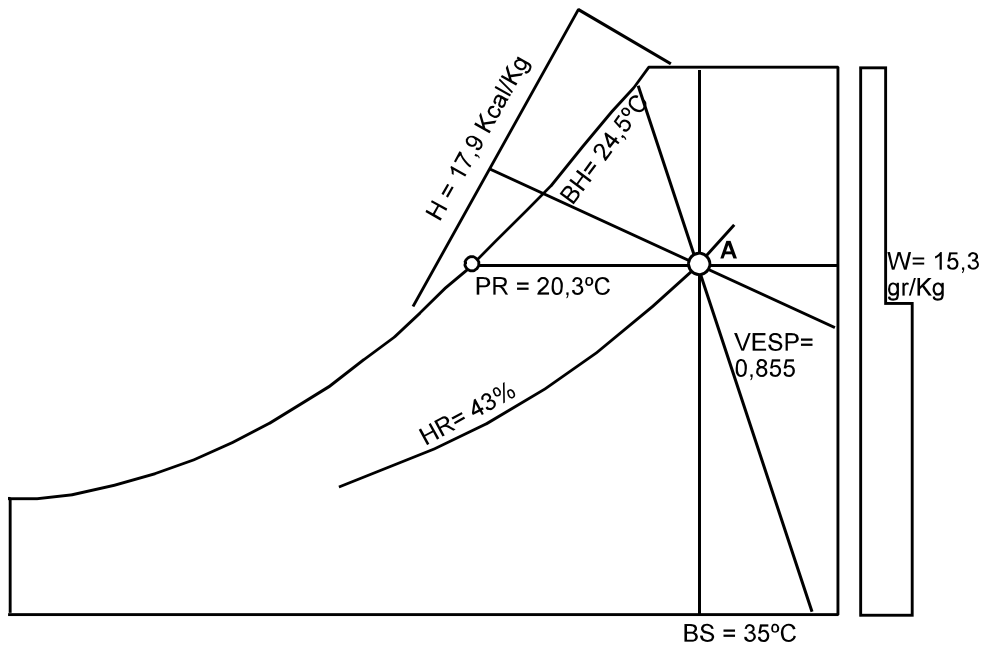

Figura 7: Lectura del ábaco psicrométrico
Solución: Véase el ábaco psicrométrico y la figura 7. Situemos la condición inicial sobre el ábaco. Esta condición está dada por el punto A de la figura 7. Observemos que $H_1 = 2$ Kcal por kilogramo. Sigamos la línea horizontal de humedad constante (PR) hasta la condición final y leamos $BH = 17,3^\circ\text{C}$; $PR = -30^\circ\text{C}$; $HR = 8\%$ (estimado).
Esta condición está ilustrada por el punto B de la figura 7. Para hallar el contenido final de calor, sigamos la línea $BH = 17,3^\circ\text{C}$ hasta la escala de entalpía y leamos $H_2 = 12,1$ Kcal por kilogramo. Calor agregado = $H_2 - H_1 = 10,1$ Kcal por kilogramo de aire.